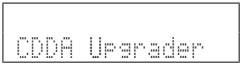

Fig. 2
1. While pressing the “TUNING >>” key of this unit, connect the power cable of this unit to the AC outlet. (Fig. 2)
The FIRMWARE UPDATE mode is activated and “CDDA Upgrader” is displayed. (Fig. 2)
1. 本機の “TUNING >>” キーを押しながら、本機の電源コードを AC コンセントに接続します。(Fig. 2)
ファームウェアアップデートモードが起動し、“CDDA Upgrader” が表示されます。(Fig. 2)